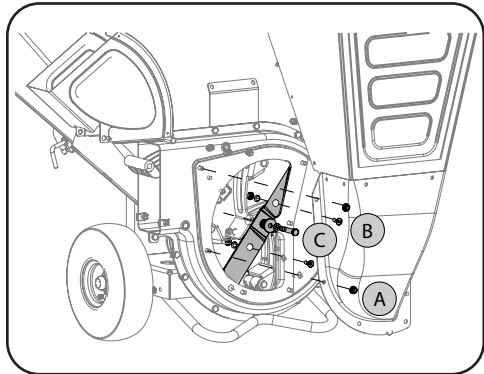

Figure 4-4
4. Retirez les six écrous à bride qui fixent l'aube d'entrée de la trémie d'alimentation au boîtier de la turbine. Voir Figure 4-4 (a).
7. Retirez les deux boulons intérieurs, les contre-écrous et les rondelles de blocage qui fixent la lame de broyage à la turbine. Voir Figure 4-4 (B).
8. Retirez le boulon, la rondelle de blocage et la rondelle plate pour libérer la lame de broyage. Voir Figure 4-4 (C).